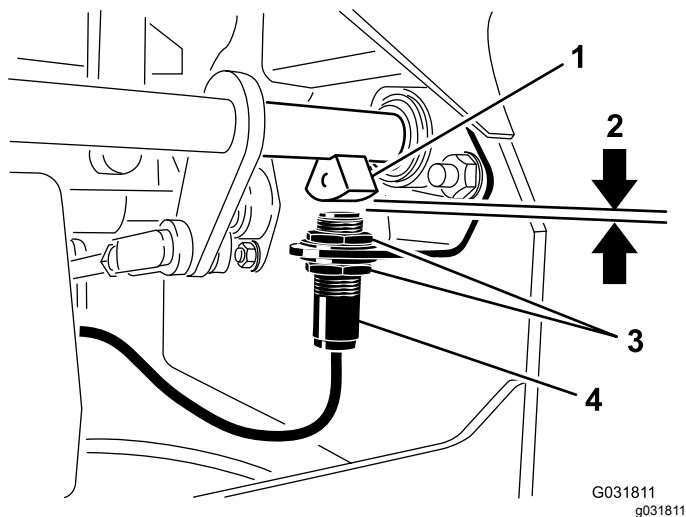

Figure 80
4. Montez ou descendez le contacteur sur le support jusqu'à ce que le capteur d'arbre de frein et le plongeur du contacteur soient distants de 4 mm (5/32 po), comme montré à la (Figure 80).